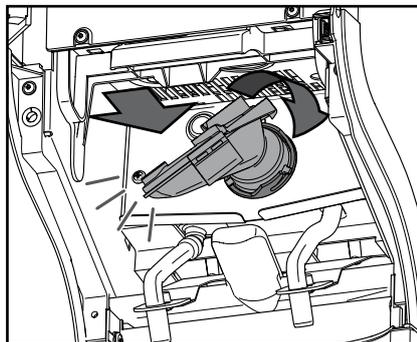

Fig. 40
8. Volte a aplicar a câmara de mistura com anel de vedação e rode-a para a direita até ao encosto. (Fig. 40)